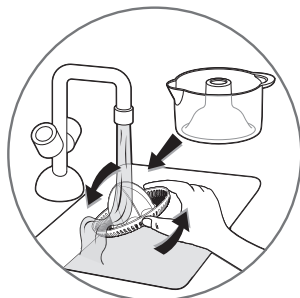

fig.3
- **Débranchez toujours l'appareil avant de nettoyer le bloc moteur (A).**
- Nettoyez la verseuse (**B**) et le cône plastique (**C**) immédiatement après l'utilisation pour éviter que la pulpe ne colle (**fig. 3**).
- **Always unplug the appliance before cleaning the motor unit (A).**
- Clean the jug (**B**) and the plastic cone (**C**) immediately after use to avoid the pulp from sticking to them (**fig. 3**).
- Haal altijd de stekker uit het stopcontact voordat u het motorblok (A) gaat reinigen.
- Dompel het motorblok (A) niet onder of was het niet onder stromend water. Reinig het motorblok (A) met een vochtige doek. Droog het vervolgens zorgvuldig af.
- Reinig de kom (B) en de kunststof perskegel (C) onmiddellijk na gebruik om te voorkomen dat het achtergebleven vruchtvlees aankeeft (fig. 3).
- De kom (B), de kunststof perskegel (C) en het beschermdeksel (D) kunt u in de bovenste korf van de vaatwasmachine wassen, waarbij u het programma "ECO" of "LICHT VERVUILD" gebruikt.
- Breng het beschermdeksel (D) aan wanneer u het apparaat opbergt.
- **Ziehen Sie vor der Reinigung des Motorblocks (A) immer den Netzstecker heraus.**
- Tauchen Sie den Motorblock (A) nicht ins Wasser und halten Sie ihn nicht unter fließendes Wasser. Reinigen Sie den Motorblock (A) mit einem feuchten Tuch. Trocknen Sie ihn sorgfältig ab.
- Reinigen Sie Behälter (B) und Presskegel (C) unmittelbar nach dem Gebrauch, damit kein Fruchtfleisch kleben bleibt (Abb. 3).
- Behälter (B), Presskegel (C) und Schutzabdeckung (D) können mit dem „ECO“ oder „LEICHT VERSCHMUTZT“ Programm im oberen Korb der Spülmaschine gereinigt werden.
- Bewahren Sie das Gerät mit aufgesetzter Schutzabdeckung (D) auf.